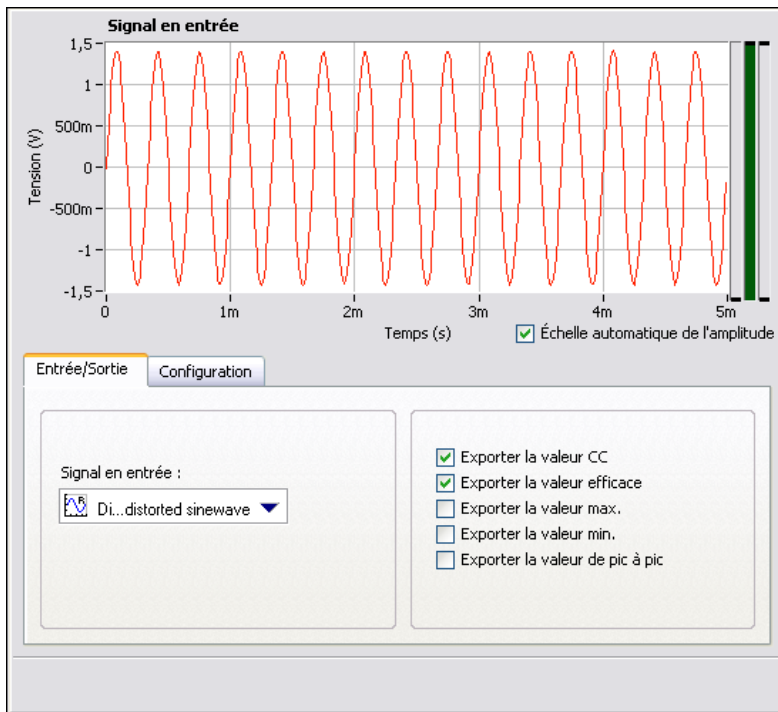

Figure 2-4. Onglet Configuration de l'étape Amplitude et niveaux
- Sélectionnez la page **Entrée/Sortie** pour afficher la liste des entrées et des sorties possibles pour cette étape, comme le montre la figure 2-4.